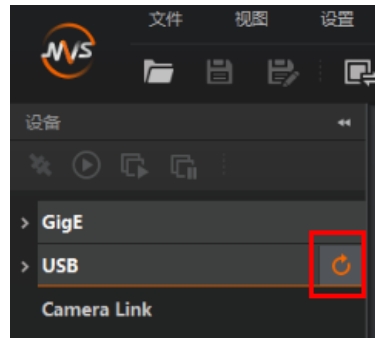

图2-7 刷新 USB 口设备列表
2. 设备列表会自动显示当前枚举到的设备。也可通过点击 USB 接口处的刷新按钮 ，对设备列表中显示的设备进行手动刷新，如图 2-7 所示。